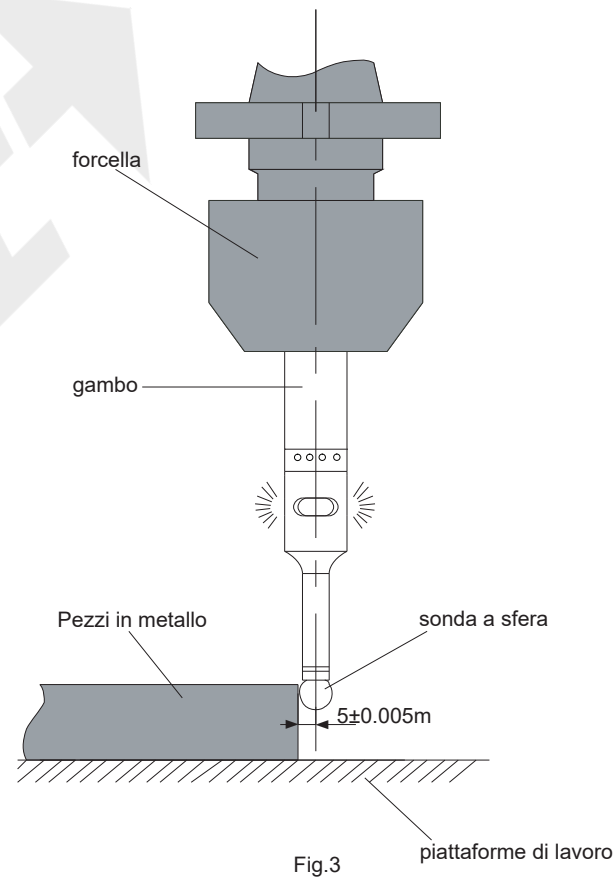

Fig.3
2. Il gambo si collega al pezzo metallico attraverso la pinza e la tavola e, quando la sonda a sfera entra in contatto con il pezzo, il LED si accende e contemporaneamente suona il cicalino 6566-3 (Fig.3). A questo punto, la distanza dell'asse dalla superficie del pezzo è di $5 \pm 0,005$ mm.